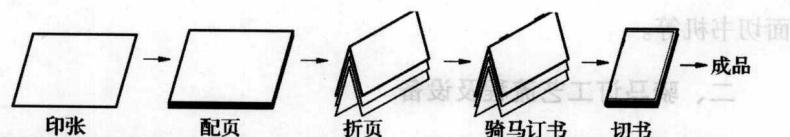

图 1-6 轻型骑马订工艺流程图 (a)
a. 印张→配页→折页→骑马订书→切书→成品。（如图 1-6 所示）